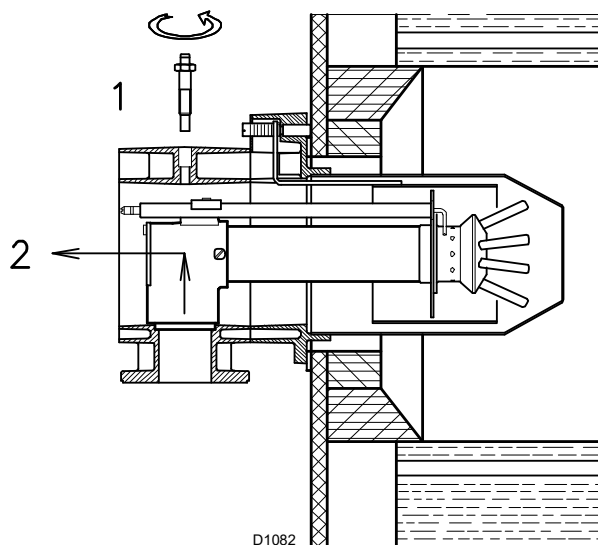

Fig. 10
- quitar el tornillo 1)(Fig. 10)
- extraer la parte interna 2)(Fig. 10) del cabezal y regularlo.